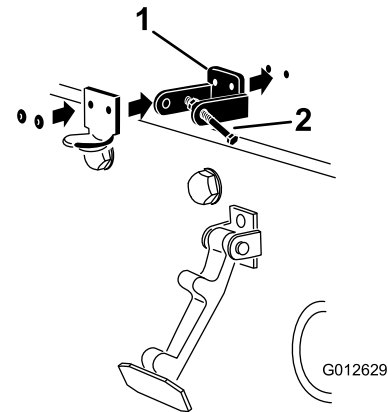

Figura 7
4. Alinee los taladros de montaje y posicione el cierre de seguridad para y el cerradero sobre el capó (Figura 7).
6. Remache el seguro de cierre, el cerradero y las arandelas al capó (Figura 7).